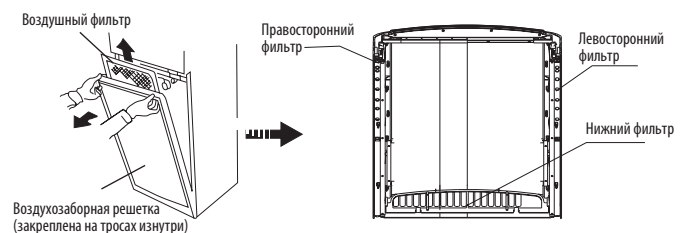

Рис. 5-1
- В кондиционере установлено 3 фильтра (см. рис. 5-1)